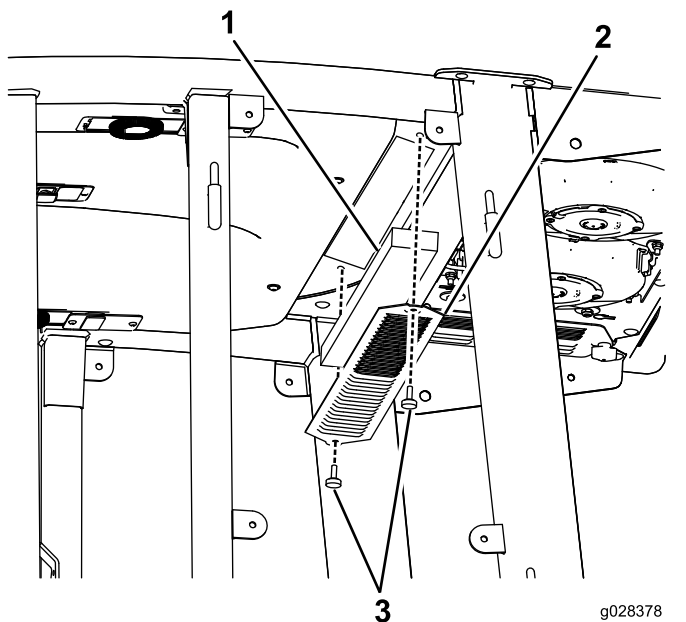
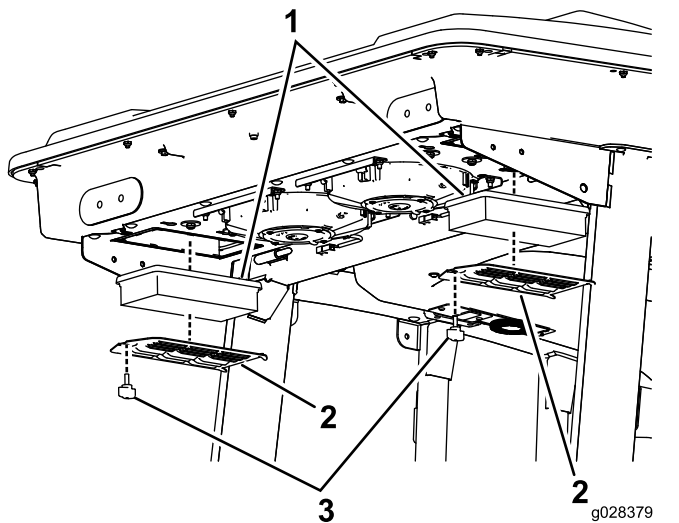
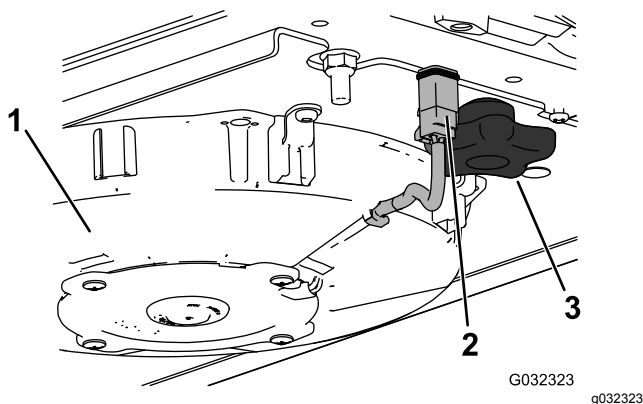
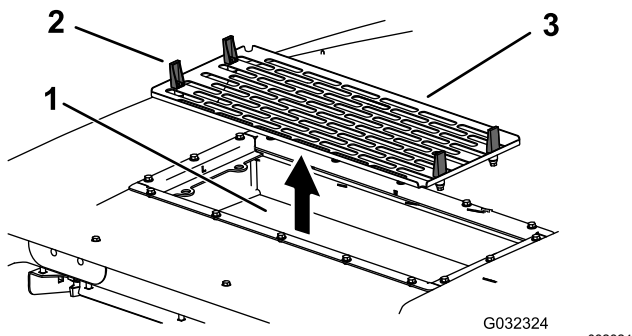

Bild 145
Bild 146
Bild 148
Bild 149
1. Nehmen Sie die Schrauben und Gitter von den internen und hinteren Kabinenluftfiltern ab (**Bild 145** und **Bild 146**).
4. Entfernen Sie die Luftfilter (siehe Bild 146).
6. Bauen Sie Luftfilter, Gitter und Klimaanlage wieder ein (Bild 146, Bild 148 und Bild 149).
7. Schließen Sie das Kabel jedes Lüfters an (Bild 148).